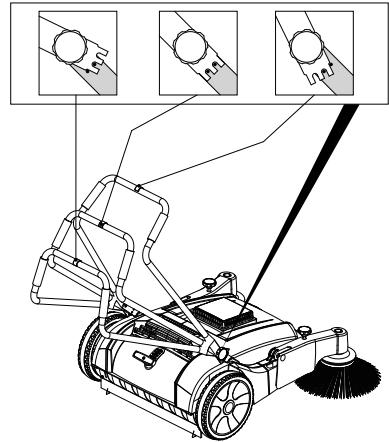

Fig. 4 – Regulagem de altura do cabo
- c. O cabo (11) possui três posições de regulagem de altura. Solte o manípulo (9) e faça a regulagem de forma que fique adequado e confortável para o operador. Em seguida, aperte o manípulo (9), conforme Fig. 4.